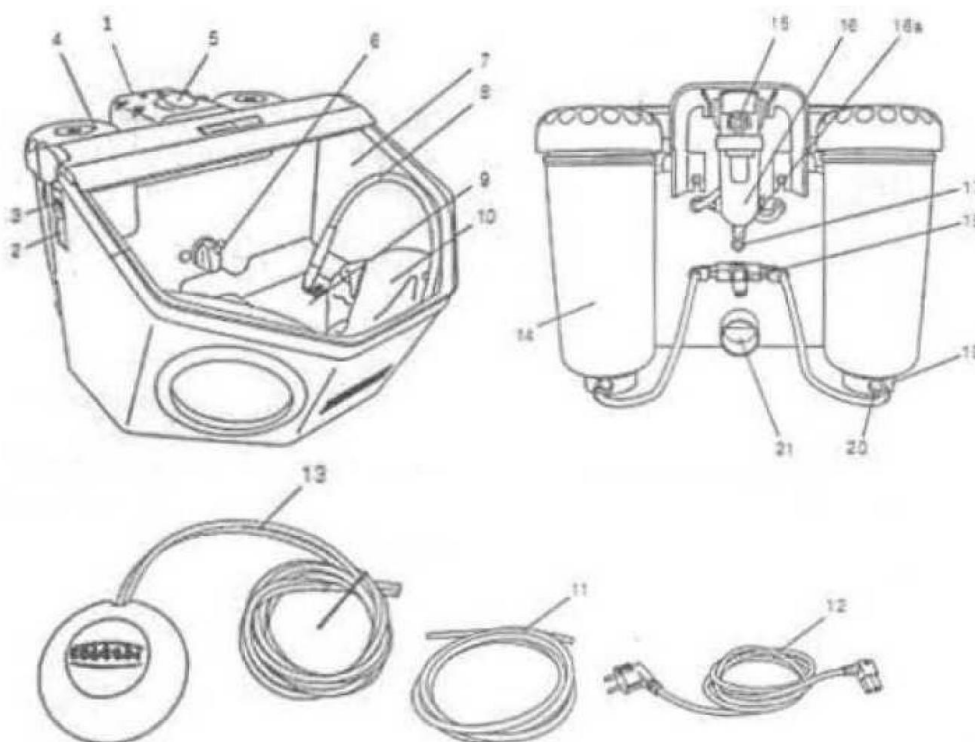

Рис. 1
- Выберите пескоструйный бункер с помощью селекторного переключателя (6, Рис. 1).
- Включите подачу воздуха с помощью педали. (13, Рис.1).